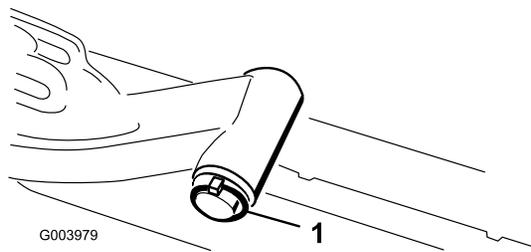

図 9
- A. 昇降アームのピボットシャフトを昇降アームに固定しているリンチピンとワッシャを外し、昇降アームからピボットシャフトを抜き出す 図 9。
C. 昇降アームのシャフトを昇降アームに差し込み、ワッシャとリンチピンで固定する 図 9。